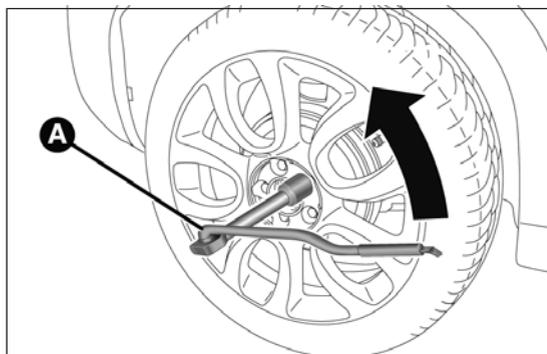

fig. 152
- prendre la clé A fig. 152 et desserrer d'un tour environ les vis de fixation. Pour les versions dotées de jantes en alliage, secouer la voiture pour faciliter le détachement de la jante du moyeu de roue ;
- introduire la clé A fig. 152 de façon à détendre le cric jusqu'à ce que la partie supérieure B s'insère correctement sur le longeron C (au niveau du signe figurant sur le longeron) ;
- prendre la clé A fig. 152 et visser à fond les vis de fixation ;